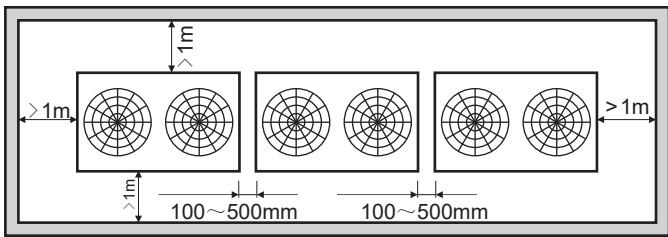

Fig. 3.10 Espace d'installation de l'unité extérieure
- 1) Lors de l'installation, vous devez laisser un espace de maintenance comme indiqué à la Fig.3.10, le dispositif d'alimentation doit être installé à côté de l'unité extérieure selon la méthode indiquée dans le manuel d'installation de l'unité de puissance.